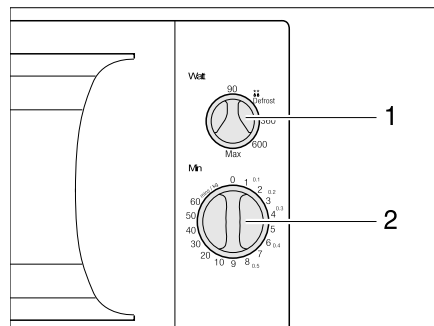

Bild 135 Bedienelemente für Mikrowellengerät
- Am Drehregler (Bild 135,1) Leistung wählen.
- Am Drehregler (Bild 135,2) Garzeit wählen. Der Garvorgang beginnt.